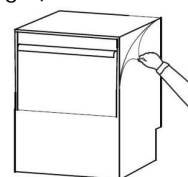

Fig.3
- 3- Retire la película de protección del aparato.(Fig. 3)